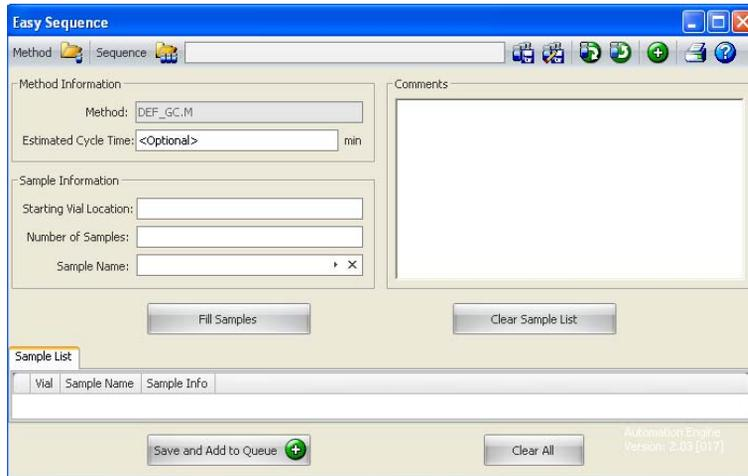

Abbildung 5 Easy Sequence
- 4 Gehen Sie zu **Easy Sequence > Edit/Execute Easy Sequence...**, um Ihre Proben zu definieren und um mit Easy Sequenz eine Sequenz zu erstellen (Abbildung 5).